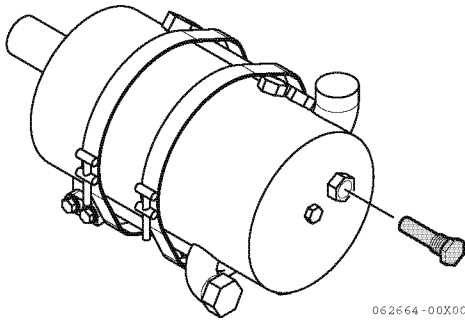
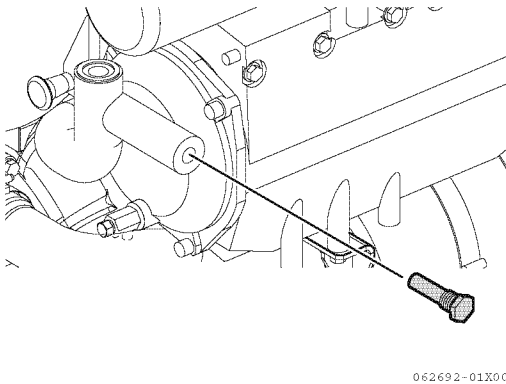

Figure 8
Figure 9
3. Retirez tous les bouchons (**Figure 7**), (**Figure 8**) et (**Figure 9**) anodes en ZINC étiquetées (**Figure 6**).